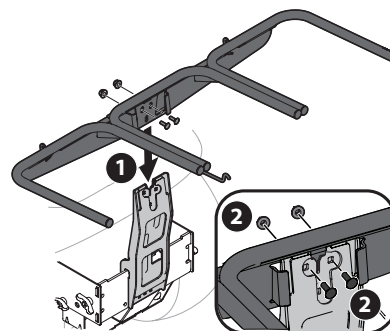

Figura 6
1. Instale y asegure el conjunto del colgador (683-04498B) al soporte vertical utilizando dos pernos de carro (710-0276), dos arandelas de copa (736-0242) y dos tuercas de seguridad (712-04063) del paquete de hardware 689-02364. No lo apriete demasiado. Véase Figura 6.